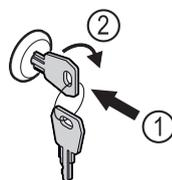

Fig. 155 Représentation à titre d'exemple
- ▶ Insérer la clé Fig. 155 (1).
- ▶ Tourner la clé à 90° dans le sens horaire Fig. 155 (2).